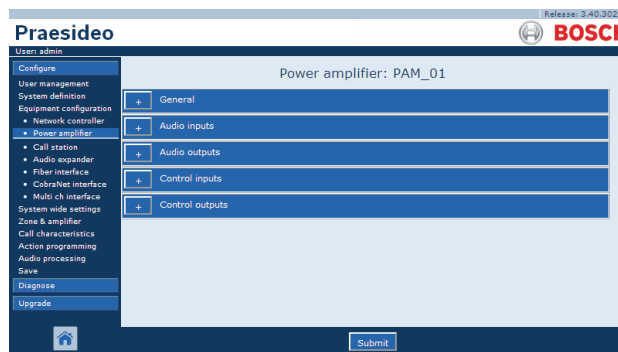

figura 44.11: Configurar un amplificador de potencia, paso 2
- 2 Haga clic en el nombre del amplificador de potencia que deba configurar. Aparecerá una pantalla similar a la mostrada en figura 44.11 en el cuadro principal de la interfaz Web.